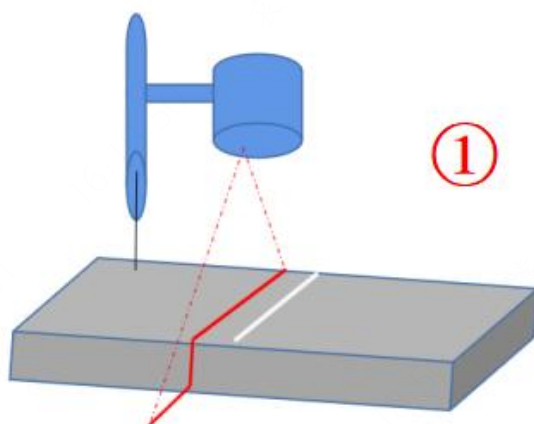

图 3-47 激光器四点法标定板
(1) 标定板取搭接焊缝，如图 3-47 所示，识别位置为矩形板的上边沿焊缝，红色线条表示激光线，白色表示参考线。注意，尽量选择一块无反光且焊缝特征清晰明显的搭接焊缝作为标定板。